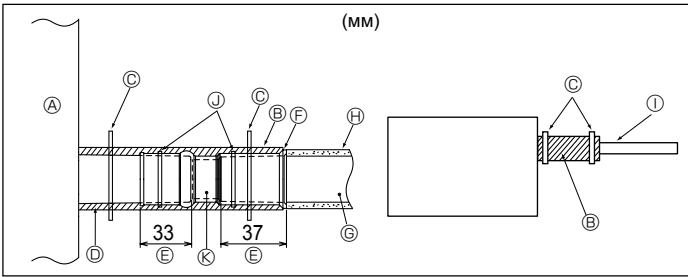

Рис. 3-5
1. Подсоедините соединительную муфту для дренажа (входит в комплект поставки прибора) к дренажному порту. (Рис. 3-5)
[Рис. 3-5]